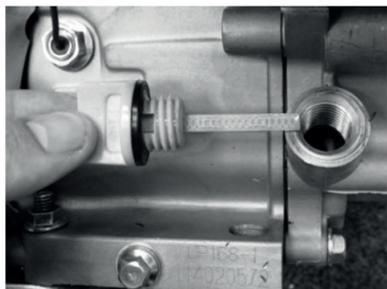

Рис. 5
2. Выкрутите пробку маслозаливной горловины (рис. 5)
1. Выкрутите пробку маслозаливной горловины (рис. 5)